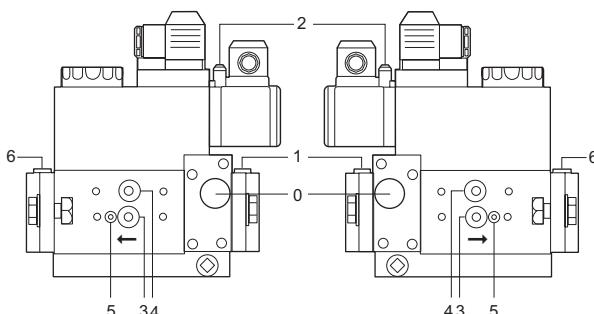
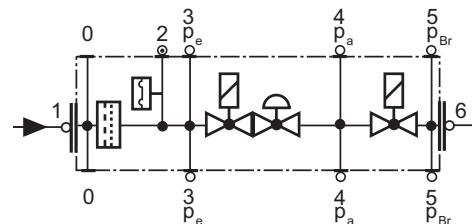

Fig. 23
Fig. 24
- Curatati si examinati cartusul filtru pentru gaz si daca este cazul, il inlocuiti (vezi Fig. 23).
- Schimbati filtrul daca diferența de presiune dintre prizele 1 si 3 (Fig. 23-Fig. 24) este $\Delta p > 10$ mbar.
- Schimbati filtrul daca diferența de presiune dintre prizele 1 si 3 (Fig. 23-Fig. 24) este de doua ori mai mare comparata cu cea de la ultima verificare .